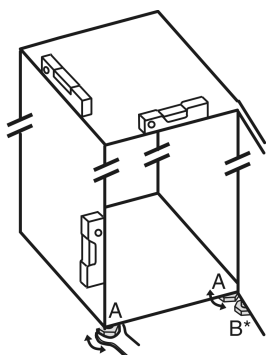

Fig. 68
- ▶ Extrageți prin rotire picioarele reglabile Fig. 68 (A) cu cheia fixă atașată și cu ajutorul unei nivele cu apă, până când aparatul este fix și aliniat plan.
- ▶ Extrageți prin rotire piciorul reglabil Fig. 68 (B) de la suportul de lagăr cu cheia fixă atașată, până când acesta atinge solul.
- ▶ Continuați să rotiți piciorul reglabil Fig. 68 (B) cu 90°.